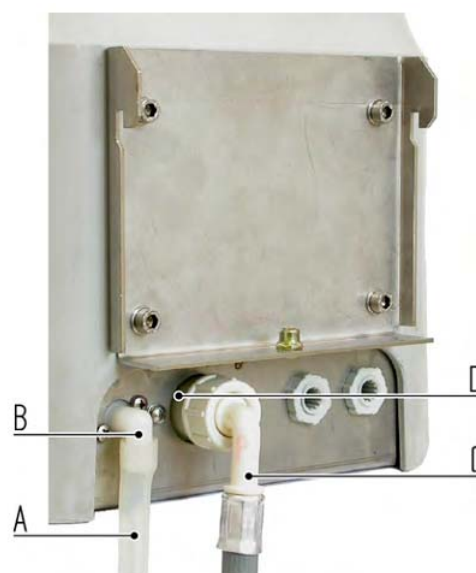

Fig. 3
Następnie należy upewnić się, czy wszystkie niezbędne połączenia do urządzenia działają prawidłowo i zostały podłączone prawidłowo. Wszystkie wejścia, zarówno elektryczne i hydrauliczne, są umieszczone pod tylnym wspornikiem, jak pokazano na rys. 3..
- Zdemontować filtr powietrza, umieszczony w dolnej części maszyny, odkręcając trzy śruby mocujące go, patrz rys. 3. oraz: